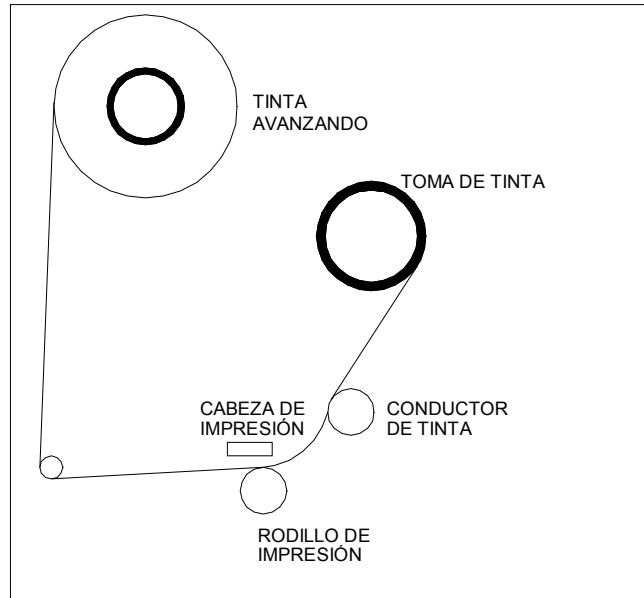

Figura 5 – Recorrido de la tinta
La cinta de tinta viene empacada en una bolsa plástica. Para mejores resultados deje la tinta empacada en esta bolsa hasta que la vaya a usar en la impresora. Siga en procedimiento y la figura 5 para cargar la tinta.
- 1) Desenvuelva la cinta de tinta e instálela en el eje para tinta nueva (*Véase Figura 5*) presionándola hacia adentro del eje cuando las tres ranuras estén alineadas.